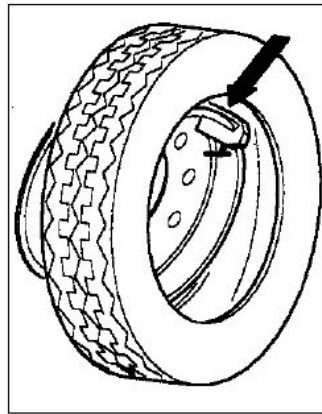

Рис.10
- Используйте наружный вал для нажатия на шину (после смазки бортов и краев обода), передвигайте ручку + зажим слева направо, пока зажим непрерывно вращается. Продолжайте эту процедуру, пока борт не будет полностью одет (Рис.10).